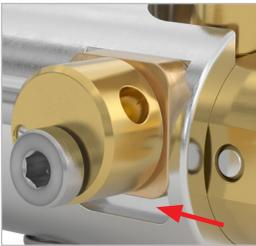
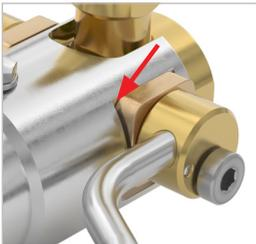

Abbildung 12
Abbildung 13
- ▶ Bringen Sie mit dem kleinen Schraubendreher einen dünnen Film des WEH® Schmiermittels zwischen den Exzentern (roter Pfeil, *Abbildung 12* und *Abbildung 13*) auf.